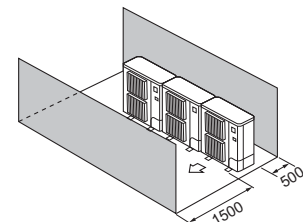

Fig. 3-14
- ④ Εμπόδια στην μπροστινή και την πίσω πλευρά μόνο (Fig. 3-14)